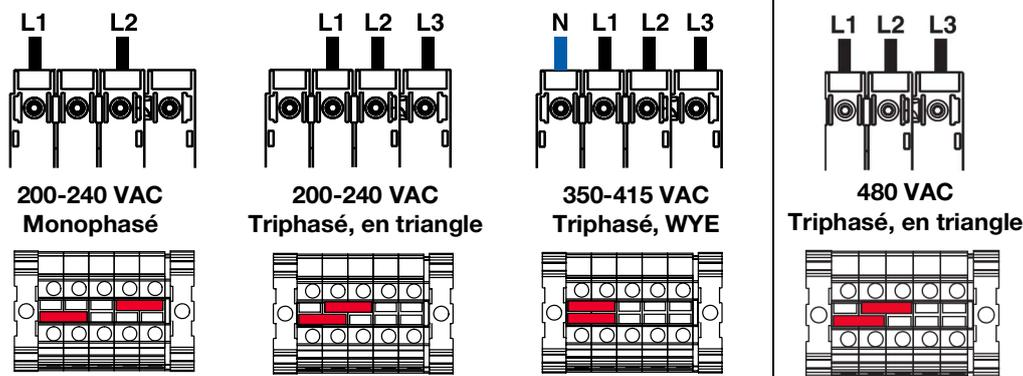

FIG. 1 : Cavaliers de borne et positions
1. Tournez l'interrupteur d'alimentation principal (ZP) sur OFF (Arrêt).
4. Raccordez le fil de terre à la borne de terre (GT).
5. Raccordez le cordon d'alimentation comme illustré à la FIG. 1 : **Cavaliers de borne et positions**.